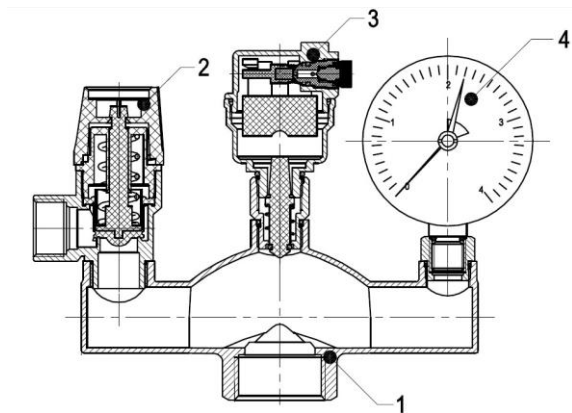

Рис. 1. Модульная конструкция группы безопасности
Предназначена для защиты закрытых систем отопления от избыточного давления и завоздушивания. Наиболее часто применяется для защиты от деформации при повышении давления теплообменников отопительных котлов. Модульная конструкция (Рис. 1 - ниже) включает в себя предохранительный клапан (2), автоматический воздухоотводчик (с запорным клапаном) (3) и манометр со шкалой от 0 до 4 бар (4), смонтированные на латунной консоли.